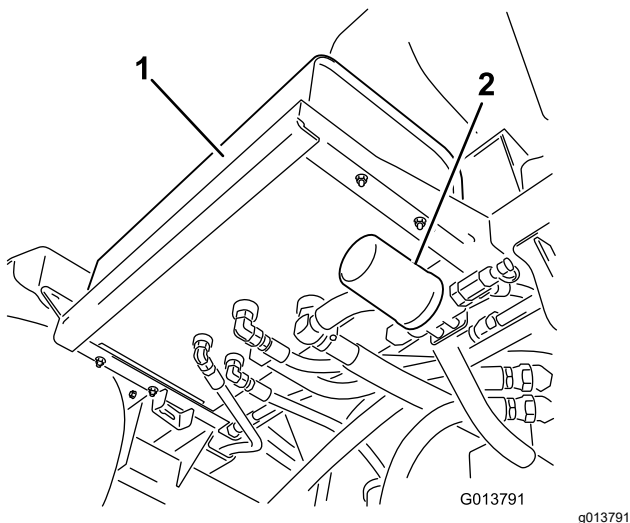
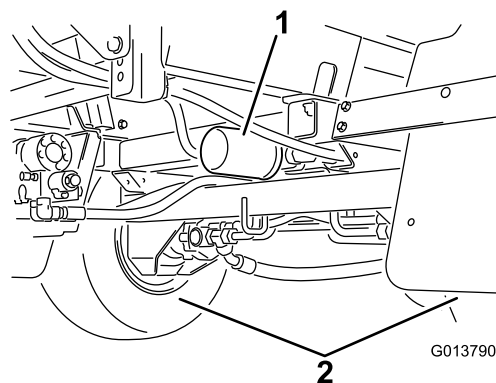

Figura 141
Figura 142
2. Localice los dos filtros hidráulicos en la máquina (Figura 141 y Figura 142).